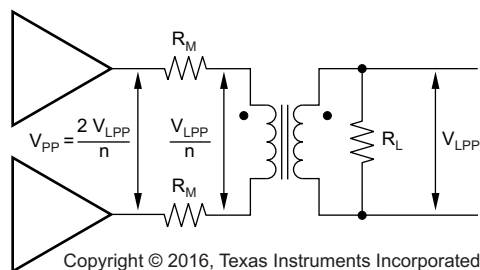
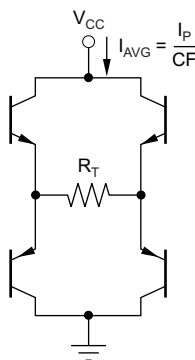

图 85. 驱动器峰值输出电压
图 88. 输出级功率模型
- $R_M$  的定义如 公式 7 和 图 85 所示
- (13)
THS6212 在线路驱动器应用中的总内部功耗是静态功耗和输出级功耗的总和。THS6212 具有相对恒定的静态电流和电源电压，提供的功率贡献正好是静态电流乘以所用的电源电压（电源电压大于公式 15 中给出的解决方案）。可参考图 88 来计算总输出级功率。
两个用于驱动图 85 的负载的输出级在图 88 中显示为 H 桥。从电源汲取到该 H 桥和负载的平均电流是负载中的峰值电流（根据公式 13 计算得出）除以信号调制的波峰因数 (CF)。来自电源的这一总功率减去  $R_T$  中的功率，即得到在四个输出级晶体管中的驱动器内部耗散的功率。该功率就是公式 8 中使用的目标线路功率加上匹配元件 ( $R_M$ ) 中损失的功率。以下示例针对的是完美匹配，在匹配元件中提供的功率与在负载中提供的功率相同。输出级功率由公式 17 确定。